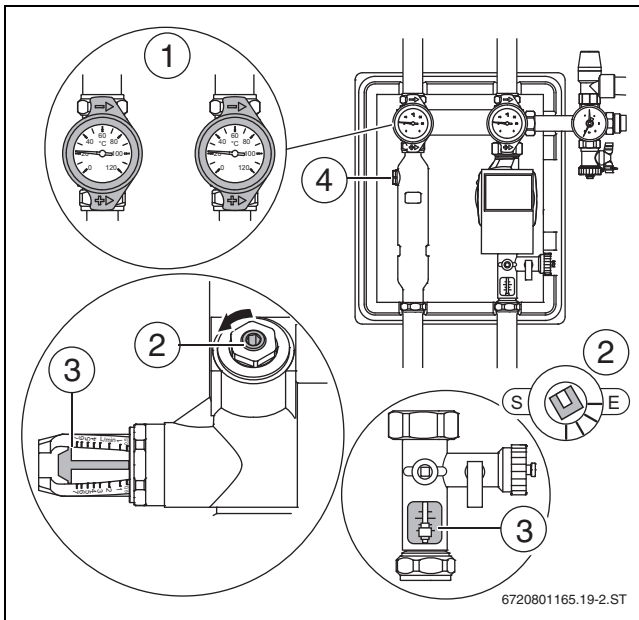

Bild 44
- Im Sichtfenster des Durchflussbegrenzers den Volumenstrom kontrollieren (→ Bild 44[3]).